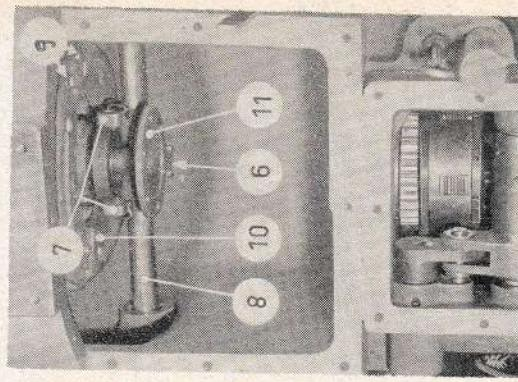

Bild 25
5.203 Ist der Kupplungsbelaß bis auf die zulässige Mindeststärke abgenutzt, (keine Nachstellmöglichkeit mehr), so müssen die Bälge erneuert werden. Dies geschieht in nachstehender Reihenfolge: (Bild 25 bis 28)
- Herausnehmen der beiden hinteren Bodenbleche Bild 25 (1).
- Abnehmen des Deckels (9).
- Mittels des Spezialschlüssels aus dem Werkzeug die Klemmschrauben (6) lösen.
- Schlüssel in eines der Löcher (7) stecken und Nachstellmutter (5) um etwa 2 Lochenfernungen nach rechts drehen.
- Herausnehmen der beiden hinteren Bodenbleche Bild 25 (1)
- Herausnehmen der Umschaltrahmen (10) mit Hebel (11), Gabel (12) und Schaltring (13).
- e) Lösen des Haltestiftes (14) an der Nabe (18) des vorderen Lamellenpakets.
- f) Lösen der Verschraubung am Flansch und Herausziehen der Welle mit Flansch (16) unter Benutzung von 2 Abdickschrauben bis zur Verbindungswelle (11).
- g) Herausheben des hinteren Lamellenpakets (1) mit Hülse (17).
- h) Abziehen und Herausnehmen der Muffe (17) mit Halterung (13).
- i) Herausnahme der Nabe (18) des vorderen Lamellenpakets (2) einschließlich der Lamellen.